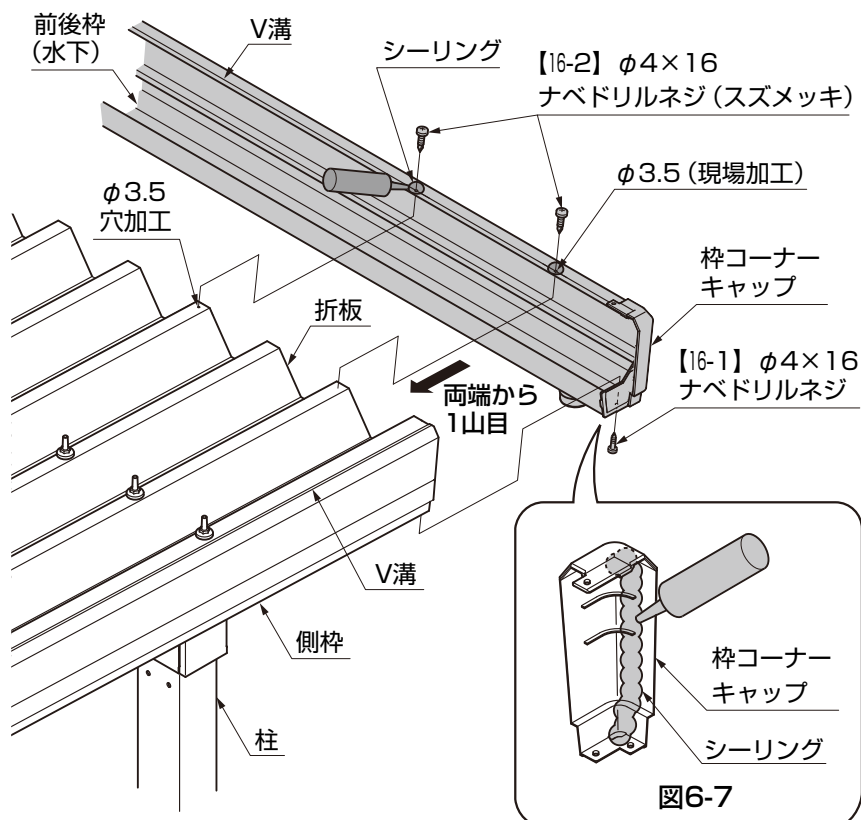

図6-7
- ① 枠コーナーキャップ内側にシーリングをしてください。(図6-7参照)
- ② 前後枠を側枠にV溝に合わせて【16-1】で取付けてください。
- ③ 前後枠の加工穴より折板にφ3.5の穴加工をし、前後枠を【16-2】で固定してください。
- ④ 折板の両端から1山目の位置にφ3.5の穴加工をし、前後枠と折板を【16-2】で固定してください。